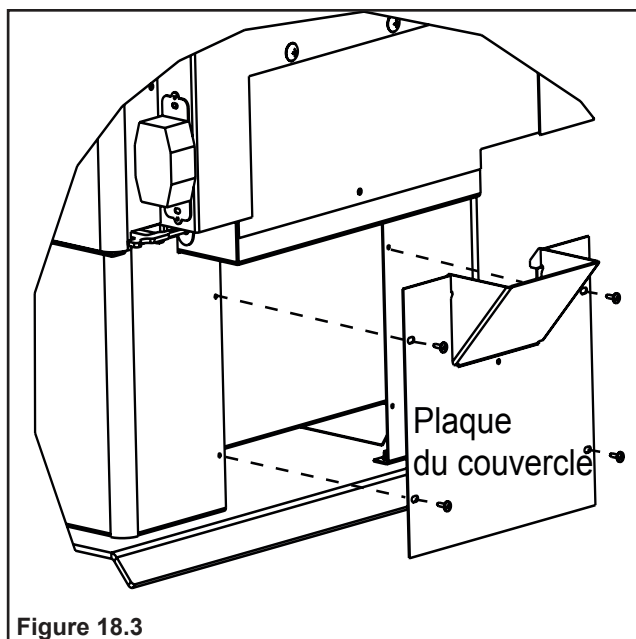

Figure 18.3
**REMARQUE :** Si vous effectuez une installation au sol de l'ensemble de la prise d'air extérieur sur un modèle à dessus étagé avec piédestal, vous devez fixer la plaque de recouvrement jointe à l'aide des 4 vis, à l'arrière du poêle. Vous pouvez jeter cette pièce si vous n'en avez pas besoin (Figure 18.3).